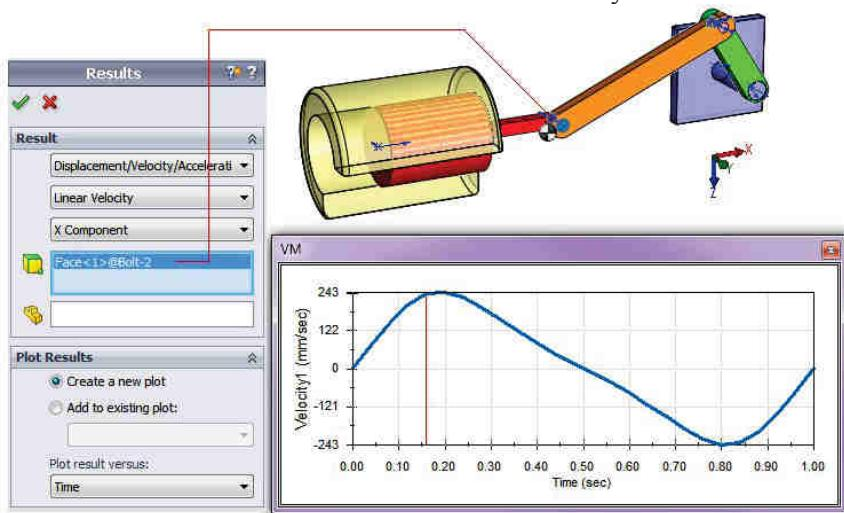

Fig. 17.41
- Click **Results and Plots**  pentru a afișa variația curbei vitezei lineare  $V_M$  funcție de timp, fig. 17.41.
- Click **Results and Plots**  to view the linear velocity curve  $V_M$  as a function of time, fig. 17.41.
Din fig. 17.41 se observă că viteza se încadrează între limitele maximă/minimă: 243 mm/s respectiv -243 mm/s.
Fig. 17.41 show the maximal / minimal velocity values: 243 mm/sec and -243 mm/sec.